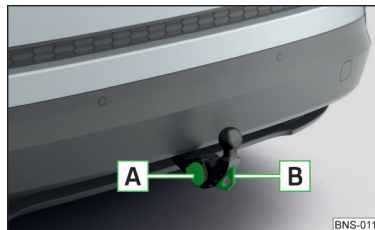

Abb. 317
- Die Abdeckkappe der Steckdose aufklappen und den Stecker des Anhängers (des Zubehörs) in die 13-polige Steckdose **A** einstecken » Abb. 317. (Wenn der Anhänger/das Zubehör über einen 7-poligen Stecker verfügt, ein entsprechendes Reduktionsstück aus dem ŠKODA Original Zubehör verwenden).